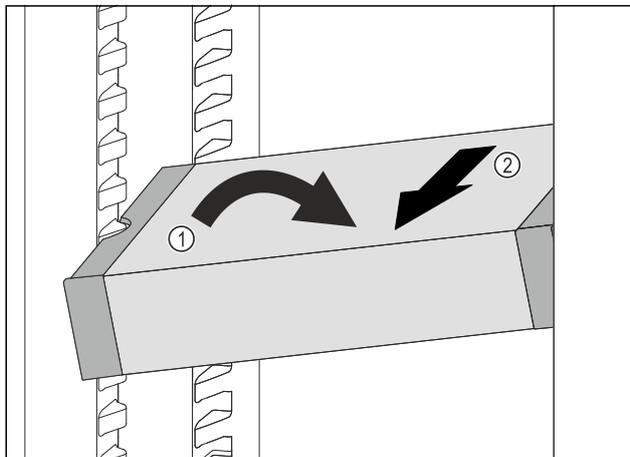

Fig. 89
- ▶ Coloque el VarioSafe en el compartimento del frigorífico en posición oblicua. Fig. 89 (1)
- ▶ Extraiga el VarioSafe hacia delante. Fig. 89 (2)